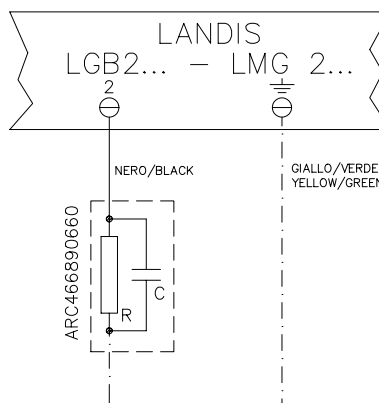
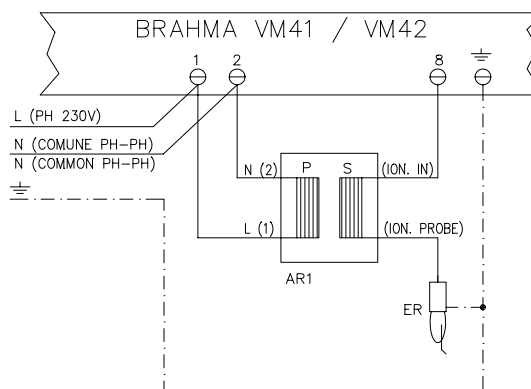

Fig. 34a
Fig. 34b
Si la alimentación eléctrica del quemador es de 230 V fase-fase con equipo Brahma VM4..., para poder aumentar la tensión entre electrodo y masa es necesario utilizar el transformador de aislamiento Brahma AR1 (nuestro código 2531006), conectado tal como muestra la Fig. 34b
* * En estas ocasiones insertar un circuito RC, véanse Fig. 34a e Fig. 34b.